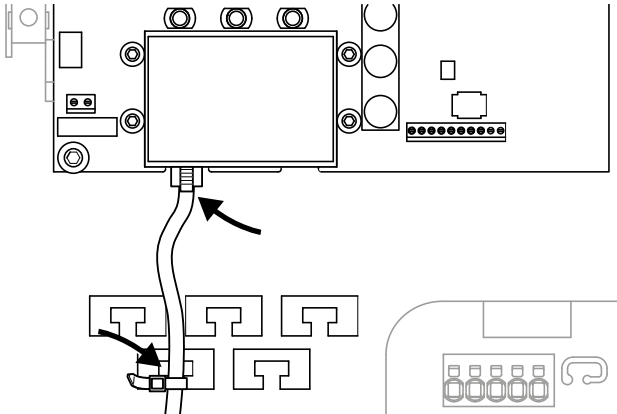

Abb. 35: Kabel auf der Kabelaufgabe befestigen
1. Alle Kabel mit einem Kabelbinder fachgerecht auf der Kabelaufgabe befestigen. ☑ **Abb. 35**